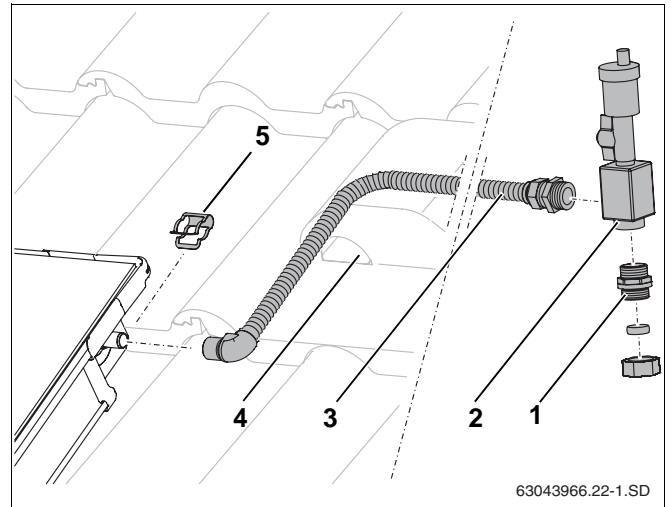

Bild 56 Montera avluftaren under taket
- ▶ Skjut anslutningsröret ((bild 56, **pos. 3**) till solpanelsgruppens framledningsanslutning och fixera med klämma (bild 56, **pos. 5**).
- ▶ Led anslutningsröret tillsammans med givarkabeln genom avluftningsspannan (bild 56, **pos. 4**) och takisoleringen.
- ▶ Skruva fast anslutningsröret (bild 56, **pos. 3**) och skärringskopplingen (bild 56, **pos. 1**) i avluftaren.
- ▶ Anslut värmebärarledningen till avluftaren med skärringskopplingen (bild 56, **pos. 1**).